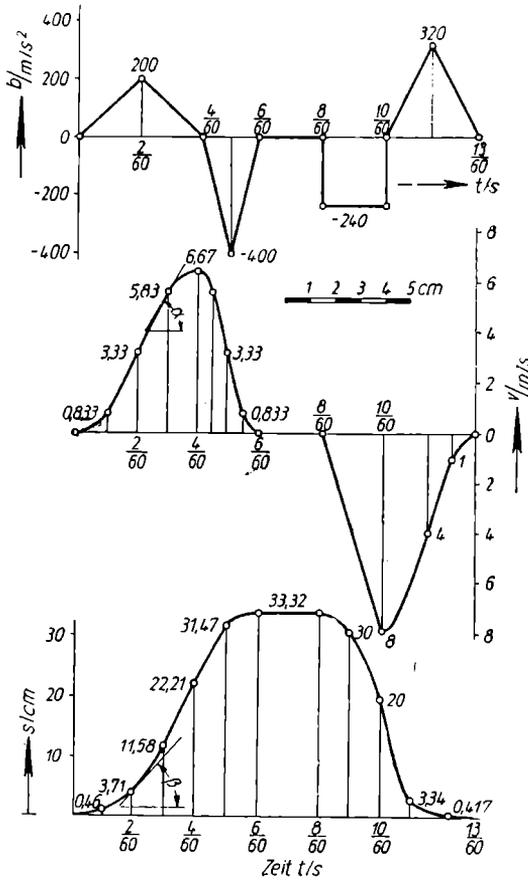

Bild 3
6. Für die im Bild 3 gegebene Beschleunigungs-Zeit-Kurve sind durch graphische Integration der **Geschwindigkeitsverlauf** und der **Weg** zu finden.
Ist $\tan \alpha$ positiv, so ist auch die Beschleunigung positiv, ist $\tan \alpha$ negativ, so auch die Beschleunigung. Dasselbe gilt für $\tan \beta$ und die Geschwindigkeit (s. Bild 3). Wo die Geschwindigkeit ein Maximum hat, ist die Wegkurve am steilsten.
Wächst die Geschwindigkeit von 0 bis zu einem Maximum und fällt wieder bis 0, so muß die positive Beschleunigungsfläche gleich der negativen sein. Im Bild 3 z. B.
ist die Fläche von $0 \dots 4/60$ s gleich der negativen Fläche von $4/60 \dots 6/60$ s. Geht der Weg über ein Maximum auf 0 zurück, so muß die positive Geschwindigkeitsfläche gleich der negativen sein. Im Bild 3 ist die Geschwindigkeitsfläche von $0 \dots 8/60$ s gleich der Fläche von $8/60 \dots 13/60$ s. Die Beweise folgen einfach aus der Beziehung $v = \int b dt$ und $s = \int v dt$. Da nun z. B. derselbe Weg von links und von rechts aus erreicht wird, muß die Geschwindigkeitsfläche links und rechts (Bild 3) inhaltsgleich sein.